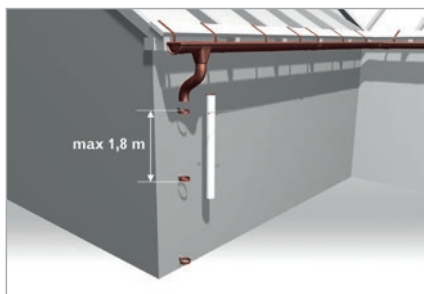

rys. 31
4.1 Przy dachu z okapem połącz odpływ z rurą spustową za pomocą dwóch kolan i przyciętego na wymaganą długość odcinka rury (**rys. 31**)